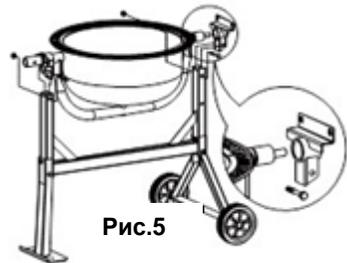

Рис.5
4. Сборка нижнего полубака (рис.5).